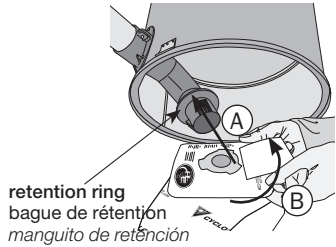

figure 9 | figura 9
4. Ensure adequate sealing by inserting bag as far as retention ring (**figure 9 - A**).
Rotate bag 20° (**figure 9 - B**) to ensure tabs on bag adaptor are no longer aligned with the slots in the bag collar.
Assurer l'étanchéité en insérant le sac jusqu'à la bague de rétention (**figure 9 - A**).
Effectuer une rotation du sac d'environ 20° (**figure 9 - B**) vous assurant que les coches du sac ne sont plus alignées avec les pointes de l'adaptateur.